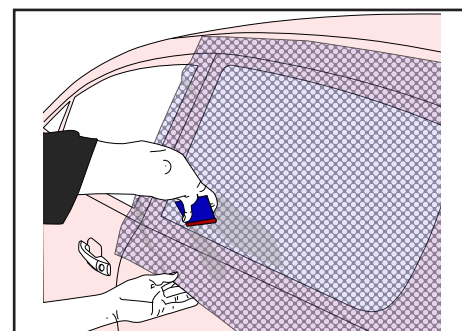

Figure 26
- › Tendre et appliquer le film microperforé sur la totalité de la vitre jusqu'à ses bords et dans les coins. (FIG. 26)